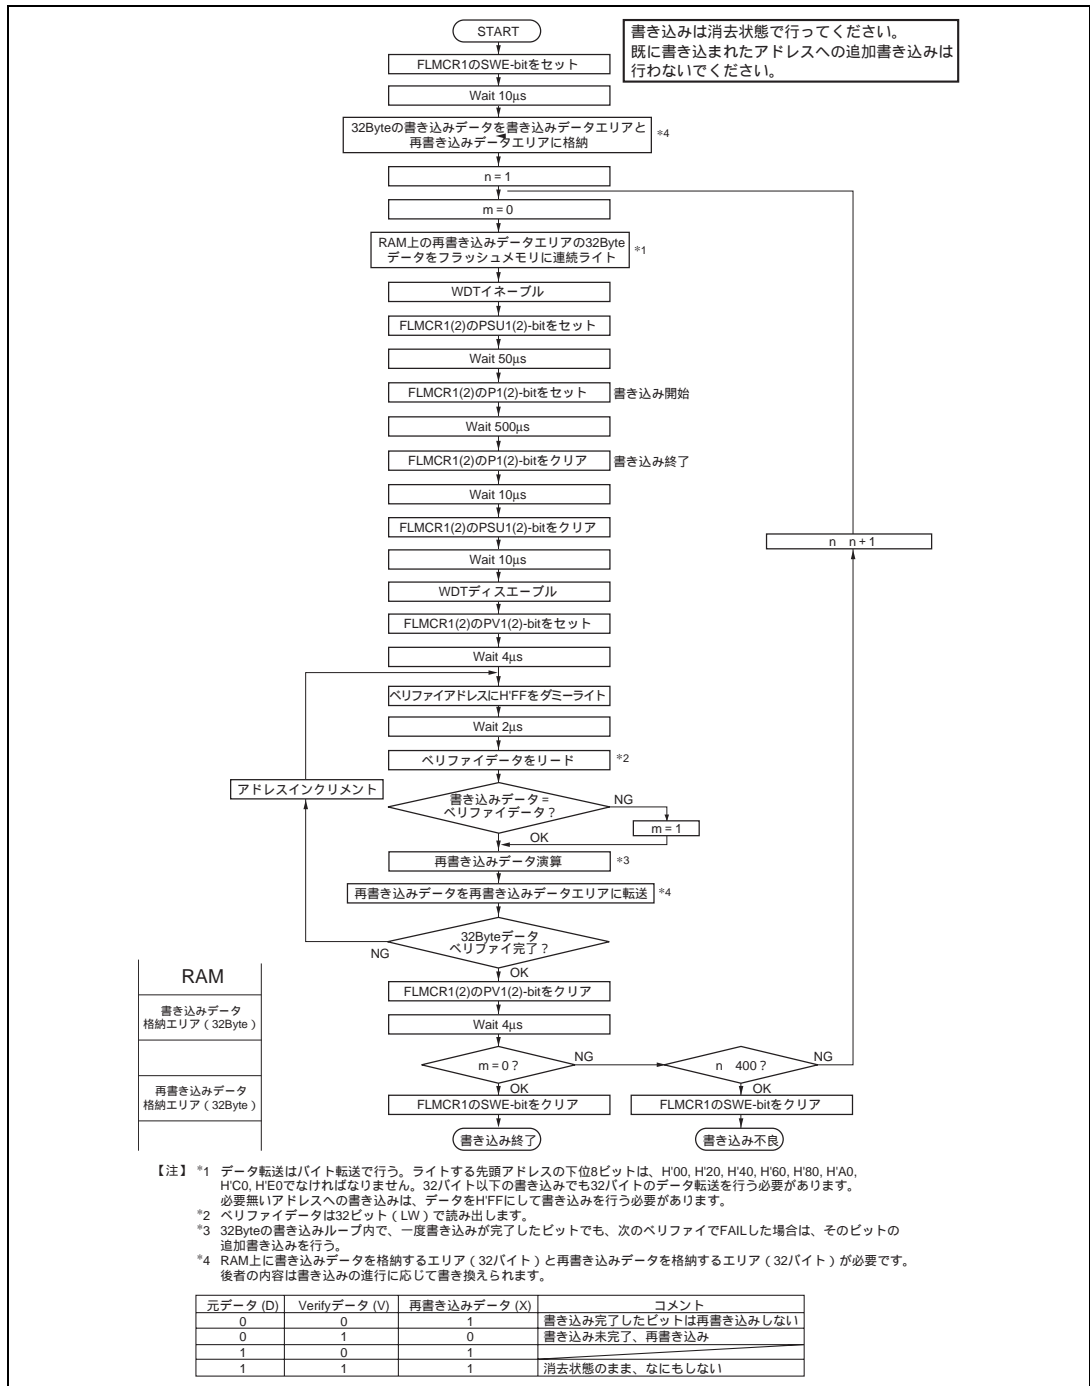

図 19.7 プログラム / プログラムペリファイフロー
フラッシュメモリへのデータ / プログラムの書き込みを行う場合は、図 19.7 に示すプログラム / プログラムベリファイフローチャートに従って行ってください。このフローチャートに沿って書き込み動作を行えば、デバイスへの電圧ストレスやプログラムデータの信頼性を損なうことなく、フラッシュメモリへデータ / プログラムの書き込みを行うことができます。また、1 回の書き込みは、32 バイト単位で行ってください。
一定の書き込み時間経過後、書き込みモードを解除 (FLMCRn の Pn ビットを解除後、(10) μ s 以上の時間が経過してから PSUn ビットを解除) します。ウォッチドックタイマを (10) μ s 以上の時間が経過してから解除し、FLMCRn の PVn ビットをセットすることで、動作モードはプログラムベリファイモードへ遷移します。プログラムベリファイモードでは、読み出す前に読み出すアドレスにデータ H'FF をダミーライトしてください。ダミーライトは (4) μ s 以上の時間が経過してから行ってください。この状態でフラッシュメモリを読み出す (ベリファイデータは 32 ビットで読み出す) とラッチしたアドレスのデータが読み出されます。このリード動作は、ダミーライト後、(2) μ s 以上おいてから行ってください。次に書き込みデータとベリファイデータを比較し、再書き込みデータを演算 (図 19.7 参照) し、再書き込みデータを再書き込みデータエリアに転送します。32 バイト分のデータのベリファイが完了後、プログラムベリファイモードを解除し、(4) μ s 以上の待機時間を置いて、FLMCR1 の SWE ビットを解除してください。再度書き込みが必要な場合は、再度プログラムモードに設定し、同様にプログラム/プログラムベリファイシーケンスを繰り返してください。ただし、同一ビットに対するプログラム/プログラムベリファイシーケンスの繰り返しは、(57) 回を超えないようにしてください。